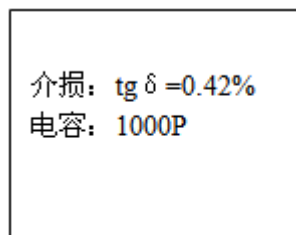
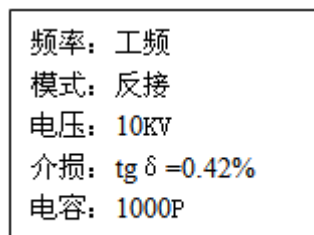

图 9 测量结果
图 10 打印结果
6. 在经过约 40 秒后，测量结束，高压自动切断，屏幕显示测量结果，如图 9 所示，如需打印结果，按“确认”键即可打印。打印结果见图 10 所示。